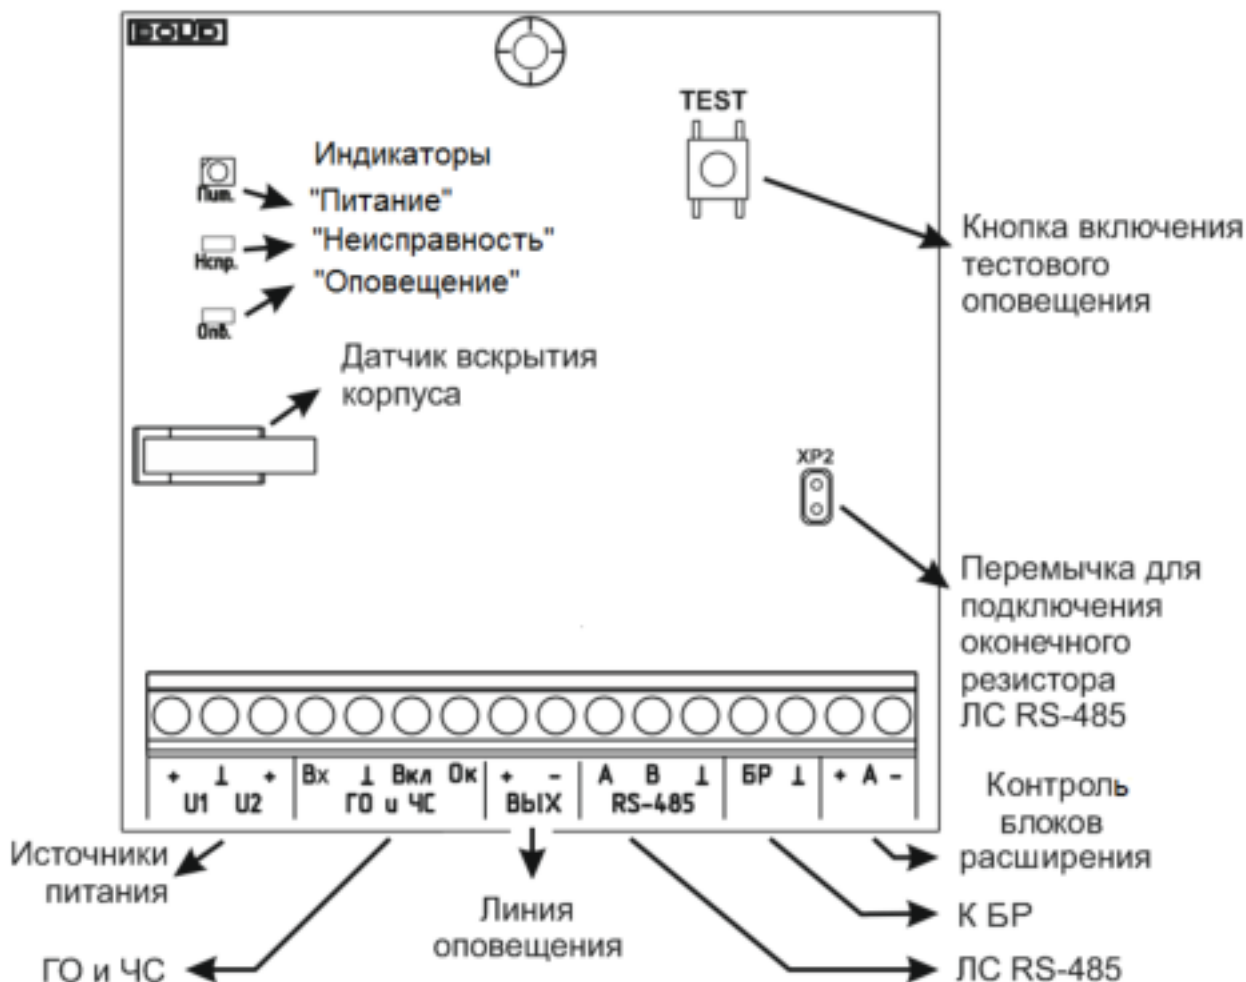

Рис. 3. Органы управления и индикации
4.4.2 К клеммам «А» и «В» подключить линию интерфейса RS-485 для работы с сетевым контроллером. Если блок не является первым или последним в линии интерфейса, удалить перемычку подключения оконечного резистора ЛС RS-485 (см. Рис. 3).
На плате блока имеются световые индикаторы, предназначенные для индикации режимов работы и состояния подключённых к нему внешних цепей, а также кнопка «Тест» и датчик вскрытия корпуса (см. Рис. 3). Назначение индикаторов приведено в Таблице 3.